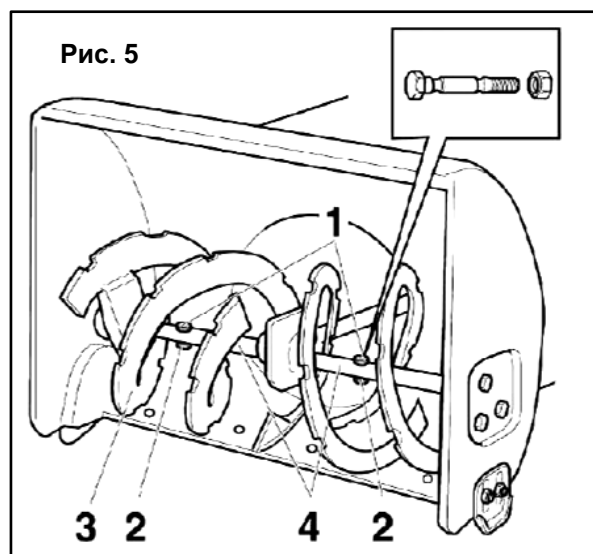

Рис. 5
- Шнеки (1) (См. Рис. 5) снегоуборщика крепятся к валу (4) с помощью срезных болтов (1) и контргаек (2). Срезные болты имеют ослабленное сечение и при попадании в шнек посторонних предметов они срезаются, предохраняя редуктор снегоуборщика от разрушений. Срезные болты (1) и контргайки (2) должны заменяться только оригинальными болтами и гайками.